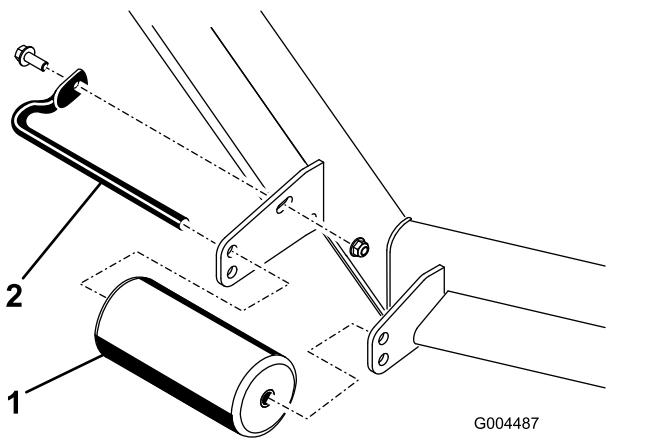
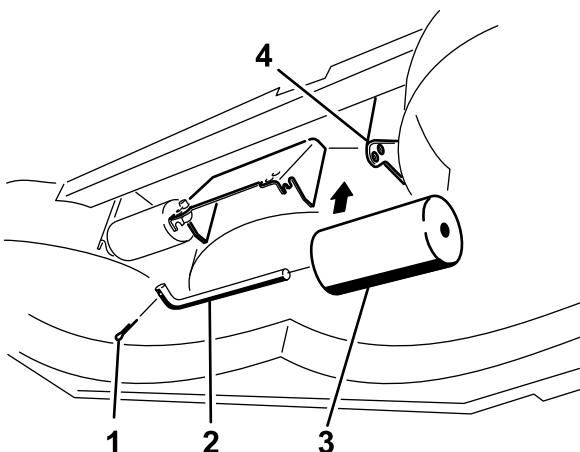

図 47
図 51
- デッキのローラを固定しているボルトナット類を外して、ローラの高さを調整する使用するデッキのタイプに合わせて 図 47 から 図 51 を参照。
5. 図 47図 51のように固定する。